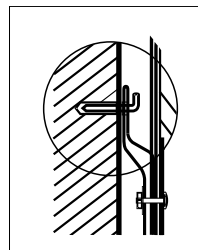

Рис. 8
2. После того, как вы выбрали правильное место установки водонагревателя, определите точки для отверстий под анкерные болты с крючками (определяются в соответствии со спецификацией прибора, который вы выбрали). Просверлите в стене два отверстия соответствующей глубины с использованием сверла, подходящего по размеру под анкерные болты, прилагаемые к водонагревателю. После чего вставьте болты в просверленные отверстия и, поворачивая крючки болтов по часовой стрелке, плотно затяните гайки болтов, затем повесьте водонагреватель на крючки анкерных болтов (рис. 8).